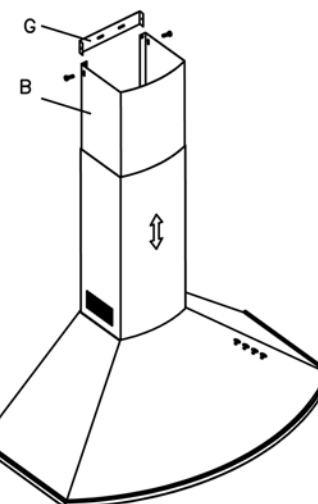

Fig. 5
- Fixer ensuite le support G à l'extrémité supérieure du mur, en veillant à l'aligner correctement par rapport au tube télescopique. Étirer la partie mobile du tube B jusqu'au support G et la fixer au support avec les deux vis latérales. (Fig. 5).